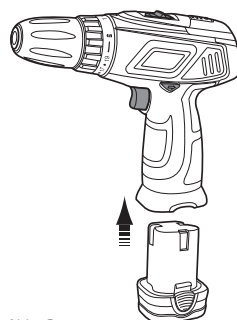

Abb. 2
1. Richten Sie den Akku-Pack (11) am Elektrowerkzeug aus.
2. Schieben Sie den Akku-Pack (11) des Elektrowerkzeuges in den Handgriff (9) bis dieser hörbar einrastet (Abb. 2).